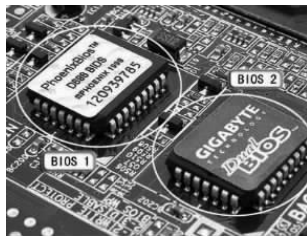

图 1-11 BIOS
(2) BIOS 芯片组。BIOS 是基本输入/输出系统,它是一组固化到计算机主板 ROM 芯片内的程序,保存着计算机最重要的基本输入/输出程序、系统设置信息、开机后自检程序和系统自启动程序,如图 1-11 所示。其主要功能是为计算机提供最底层的、最直接的硬件设置和控制。